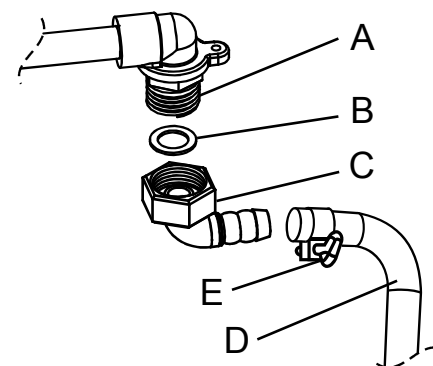

Fig 5
燃气连接 (Fig. 5)
- 使用软管连接（仅适用于 LPG）。在这种情况下，需要插入附件和 O 型 如图5所示。